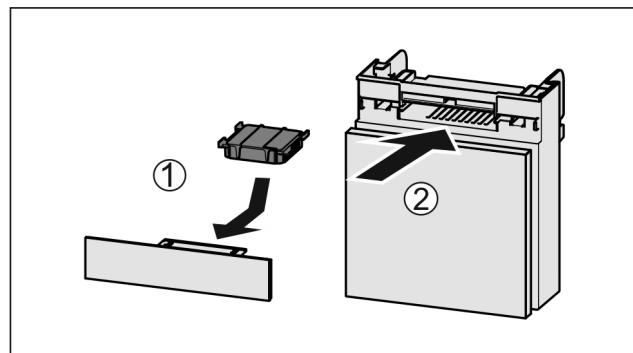

Fig. 149
- Pange Fig. 149 (1) aktiivsöefilter joonise järgi sisse.
- Lükake Fig. 149 (2) laegas sisse.